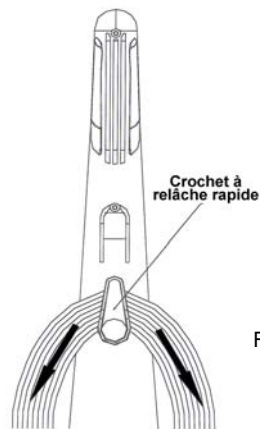

Fig. 4
4. Tournez le crochet à relâche rapide vers la gauche ou la droite pour dérouler le cordon d'alimentation. (Fig. 4)